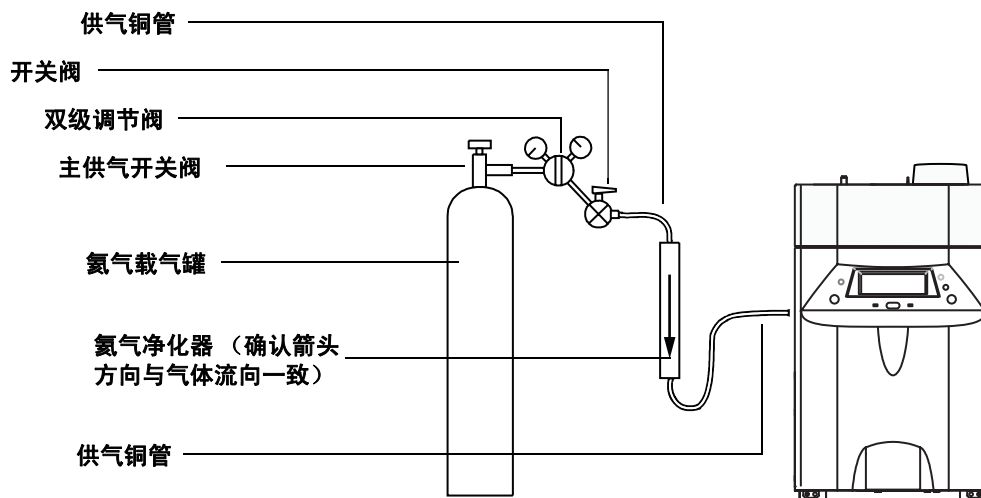

图 3 连接氮气
- 1 将 6 英尺长（或自行确定长度）的铜管接入载气供气管线中（图 3）。